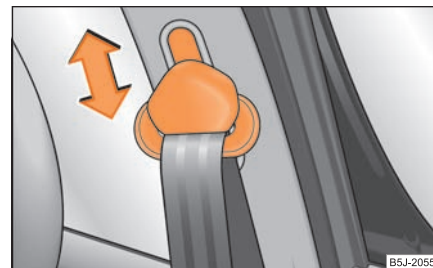

Fig. 143 Siège avant: Réglage de la hauteur des ceintures
- Pour le réglage, appuyer sur la touche et pousser vers le haut ou le bas la ferrure d'inversion ⇒ page 137, fig. 143.